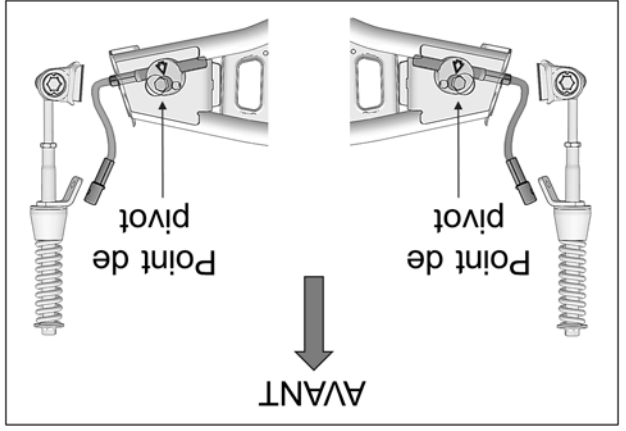

Fig. 25
13. À l'assemblage, assurez-vous que le point de pivot du disque en aluminium soit positionné en avant du câble du limiteur de conduite. Voir la Fig. 25